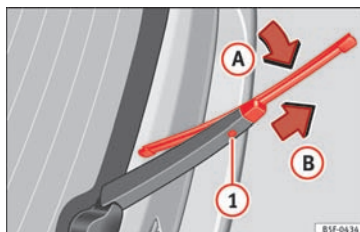

Fig. 82 Udskiftning af viskerblad til bagrude
- Drej viskerbladet lidt » Fig. 82 (pil A).
- Hold udløserknappen ① nede, og træk samtidig viskerbladet af i pilens retning B. »